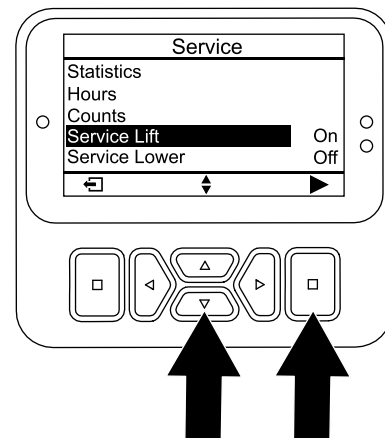

Figura 120
4. Pulse el botón abajo hasta que se seleccione la opción SERVICE LIFT (Elevación de mantenimiento) y, a continuación, pulse el botón de selección (Figura 120).